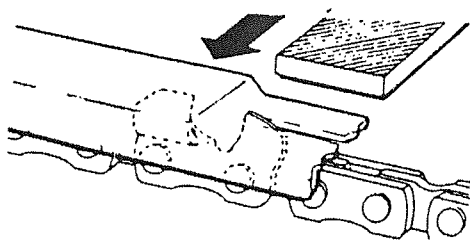

Fig.4-3
- 3) Place depth gauge tool on cutter. If depth gauge projects, file it level with the top of the tool. Always file from the inside of the chain toward an outside cutter. (Fig. 4-3)
- 3) Placer la jauge de contrôle sur le maillon-gouge. Si le limiteur de profondeur dépasse de la jauge, la mettre à niveau par rapport à la partie supérieure de la jauge de contrôle. Toujours limer de l'intérieur de la chaîne vers un maillon-gouge extérieur (Fig. 4-3).
- 3) Collocare il calibro di profondità sulla lama. Se il calibro di profondità sporge, limare a livello con la parte superiore dell'utensile. Limare sempre dall'interno della catena verso l'esterno della lama. (Fig. 4-3)
- 3) Das Tiefenlehrenwerkzeug auf die Schneidzähne legen. Sollten die Tiefenlehren aus dem Gerät herausragen, den überstehenden Teil wegfeilen. Dabei von Kettenmitte in Richtung des nach außen versetzten Schneidzahnfeilen. (Fig. 4-3)
Limar siempre desde el interior de la cadena hacia el exterior de la cuchilla. (Fig. 4-3)
- 3) Placera djupmålsverktyget på tanden. Om underställningsmallen sticker ut, skall den filas tills den är i plan med verktygets topp. Fila alltid från kedjans insida mot en utvändigt tand. (Fig. 4-3)